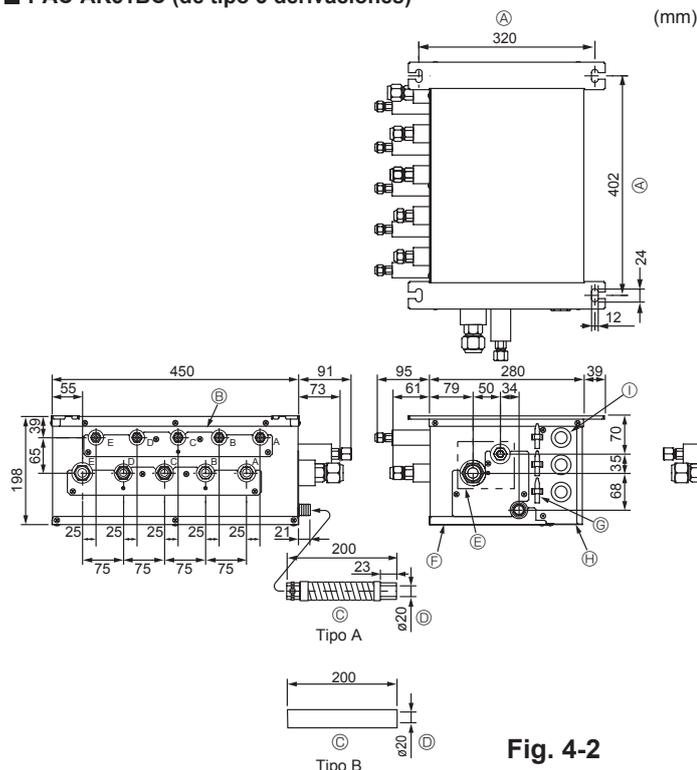

Fig. 4-2
■ PAC-AK51BC (Fig.4-2)
- Instale los pernos de suspensión (adquiridos localmente) con la separación especificada (Fig. 4-2, 4-3).